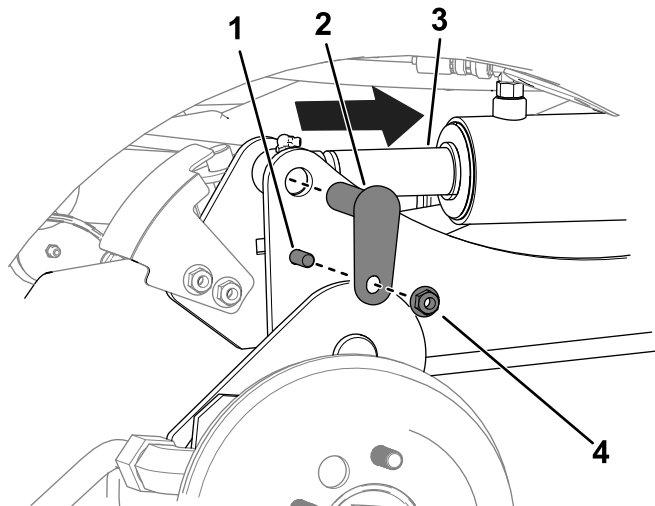

Figura 11
- C. Utilizzate un cacciaspine per allineare i fori dell'asta del cilindro con i fori del braccio di sollevamento (Figura 11).
- D. Utilizzate 2 bulloni ($\frac{3}{8}$ " x $1\frac{1}{4}$ "), 2 dadi ($\frac{3}{8}$ ") e 2 perni piccoli per fissare i bracci di sollevamento ai cilindri (Figura 11).